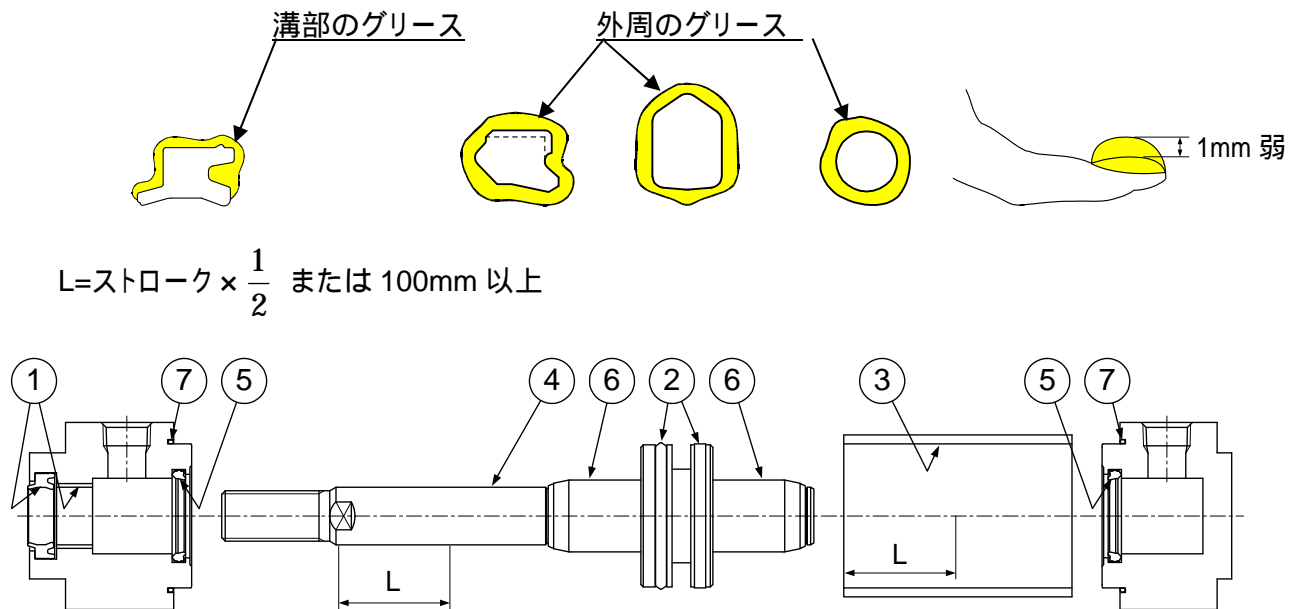

図 7 グリース塗布位置
シリンダの各部品には図 7 各部分にグリースを塗布しますが、100 ストロークのシリンダ 1 本につき表 7 の量が必要です。目安としては人差指ですくった程度が約 3(g)です。
- 1) ロッドパッキン、クッションパッキン(図7,)
- 2) ピストンパッキン (図7, ②)
- 3) チューブガスケット (図7,)